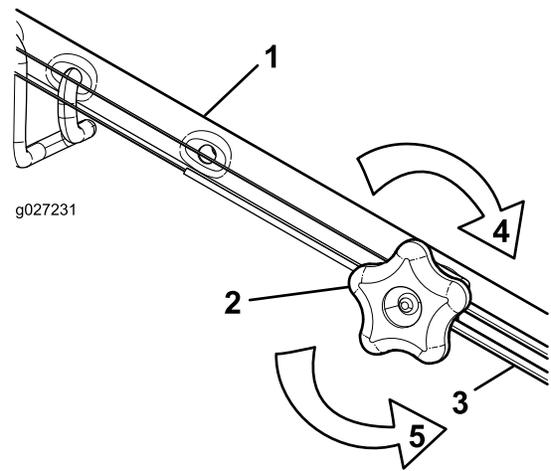

Figura 33
1. Gire el pomo de ajuste en sentido antihorario para aflojar el cable (Figura 33).
2. Ajuste la tensión del cable (Figura 33) tirando del mismo hacia atrás o empujándolo hacia adelante, y manténgalo en esa posición.